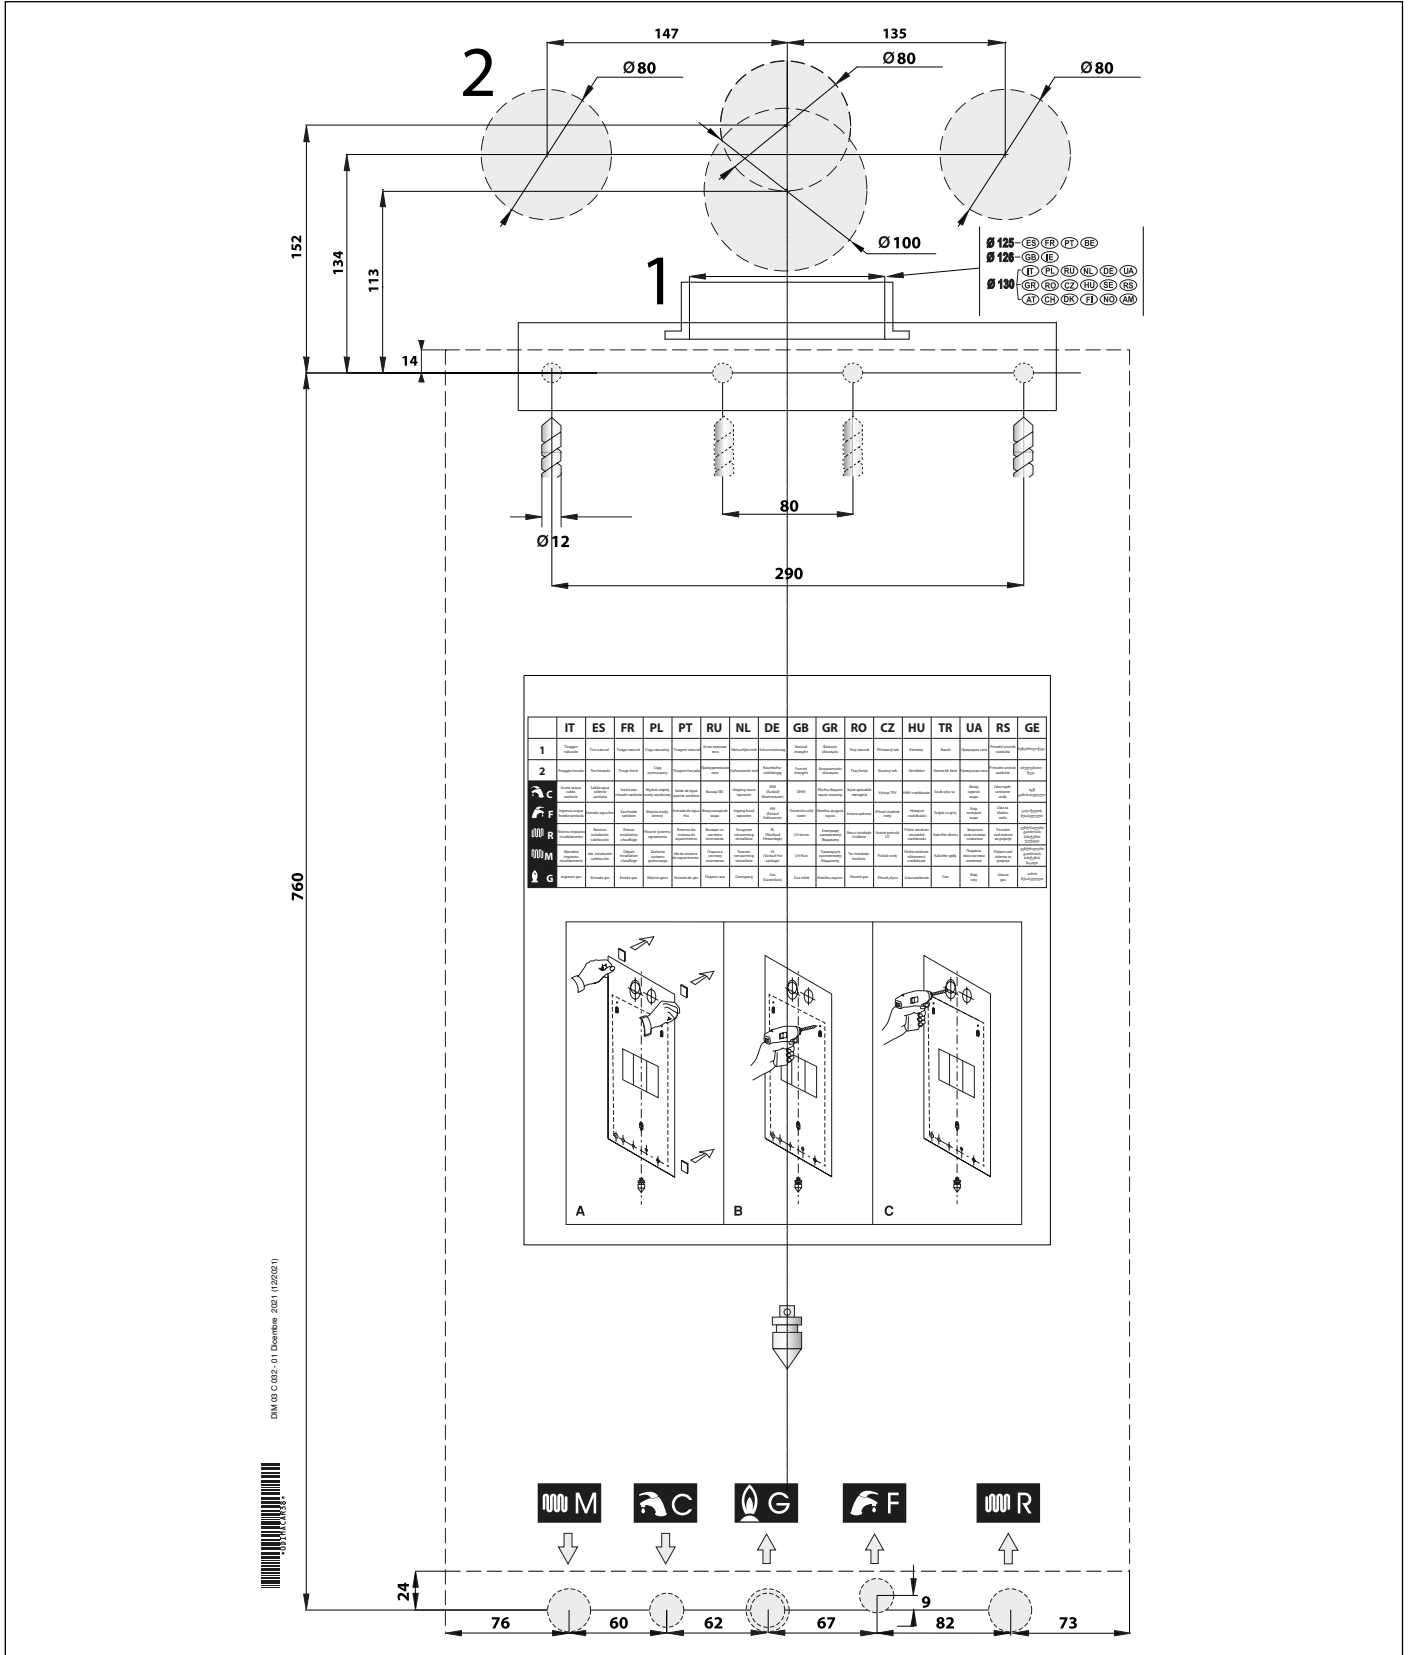

Рис. 15 Паперовий шаблон.
- » монтажний паперовий шаблон для настінного котла (див. Рис. 15 Паперовий шаблон.).
Кожний котел забезпечений спеціальним паперовим шаблоном, що знаходиться в упаковці (див. Рис. 15 Паперовий шаблон.). Кожен котел забезпечений спеціальним паперовим шаблоном, що знаходиться в упаковці (рис. 8), який дозволяє підготувати труби для підключення до системи опалення, до лінії води санітарного призначення, до газової магістралі і труби подачі повітря та відводу димових газів в момент їх розведення, тобто до початку установки котла на вибране місце.